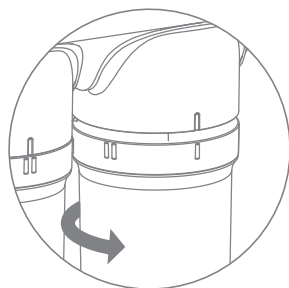
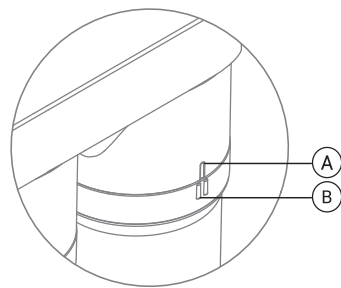

Рис. 8
Рис. 9
5. Поверните картридж по направлению стрелки (рис. 8), чтобы совпали метка «I» (А) на скобе фильтра и метка «II» (В) на картридже (рис. 9).